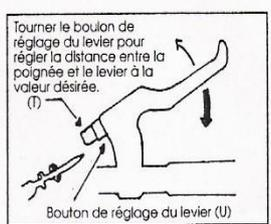

Fig. 7
La tension générale du câble peut se faire également grâce au barillet de réglage (T) situé sur le levier de frein. Fig. 7.